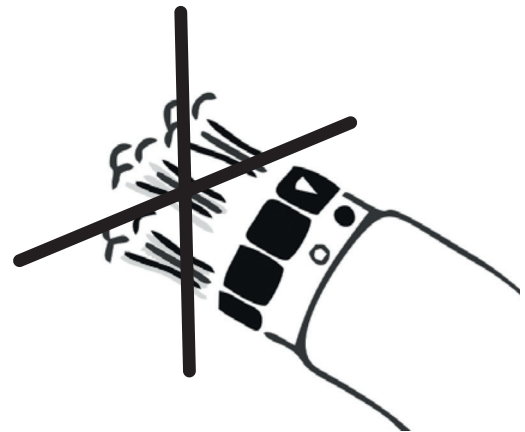

Fig. 25 Modo de transporte
- ❖ Desconecte la toma del conector de aire y rote su extremo y su cuerpo en direcciones opuestas hasta que el símbolo rojo ▲ y el símbolo negro ● estén alineados y no se produzca fuga de aire. (véase la Fig. 25)